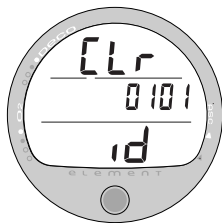

Abb. 60 - RÜCKSTELLEN (Löschen)
- Halten Sie während der Anzeige des zweiten Logbuchdisplays des letzten Tauchgangs die Taste gedrückt, um das Rückstelldisplay aufzurufen. Die Grafiken **CLr** und **id** erscheinen mit dem Schlüsselcode 0101, bei dem die ersten 2 Stellen blinken (Abb. 60). Geben Sie die Taste wieder frei.